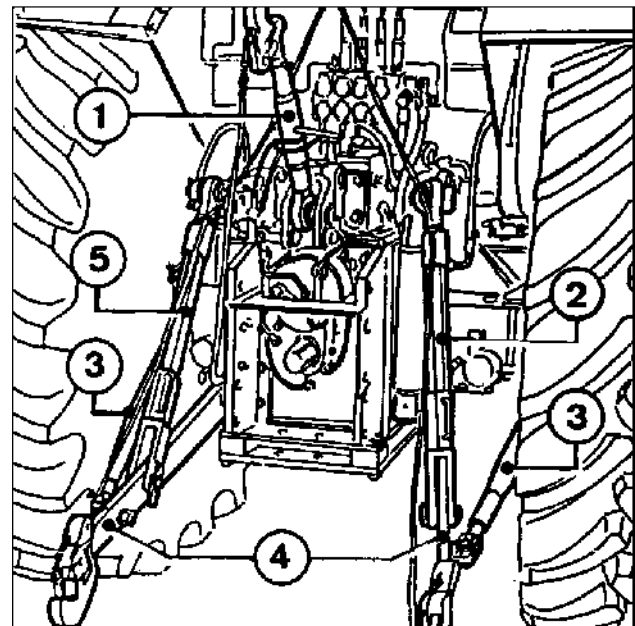
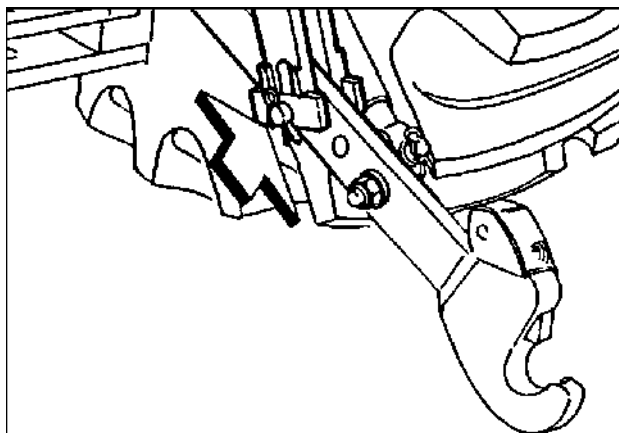
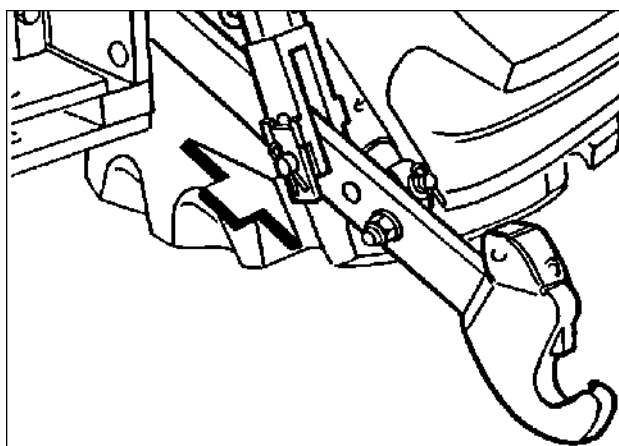

Рис. 5-34
Рис. 5-37
Рис. 5-38
Шарнирное устройство с трехточечной навеской обычно состоит из следующих узлов (рис. 5-34):
Регулируемая верхняя тяга (1 — рис. 5-34) соединена с опорой (8) с помощью двух отверстий. Используемое отверстие зависит от высоты рабочего оборудования.
С помощью специальных регулировочных втулок на правой и левой вертикальных тягах (2 и 5 — рис. 5-34) можно регулировать поперечный наклон оборудования. Вертикальные тяги обеспечивают еще 2 регулировки, получаемые перестановкой пальца с блоком на 90°: одно фиксированное положение пальца (рис. 5-37) и одно подвижное положение пальца (рис. 5-38). Последний вариант регулировки требуется для очень широкого рабочего оборудования (культиваторы, плуги, бороны), требующих свободного бокового перемещения в определенных пределах.
Нижние тяги (4 — рис. 5-34) передают на рабочее оборудование тяговое и поддерживающее усилие.